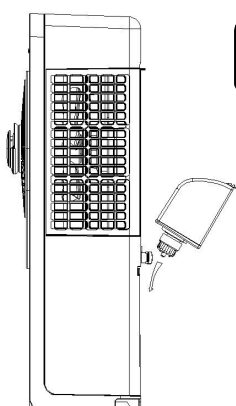

Abbildung 1
- Füllen Sie den Wassertank und installieren Sie dann den Tank. Stellen Sie sicher, dass der Tank gesichert ist (Abbildung 1).